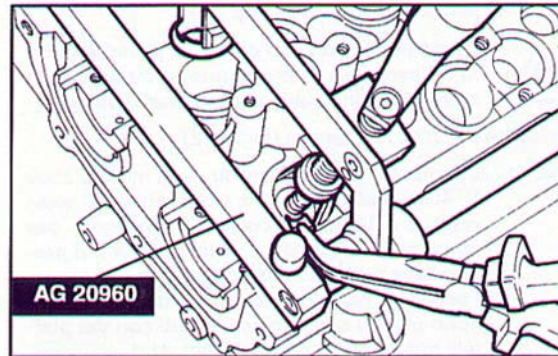

Fig. 215 ▲
- premere le molle ed inserire i semiconi (Fig. 215), quindi rimuovere l'attrezzo;
- press the springs and insert the half-cones (Fig. 215), then remove the tool;